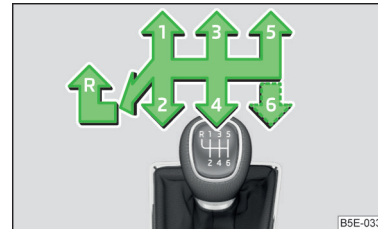

Abb. 116
Auf dem Schalthebel ist das Schaltschema für die einzelnen Gangstellungen dargestellt » **Abb. 116**.
- Den Schalthebel völlig nach links und dann nach vorn in **R**-Stellung stellen » **Abb. 116**.